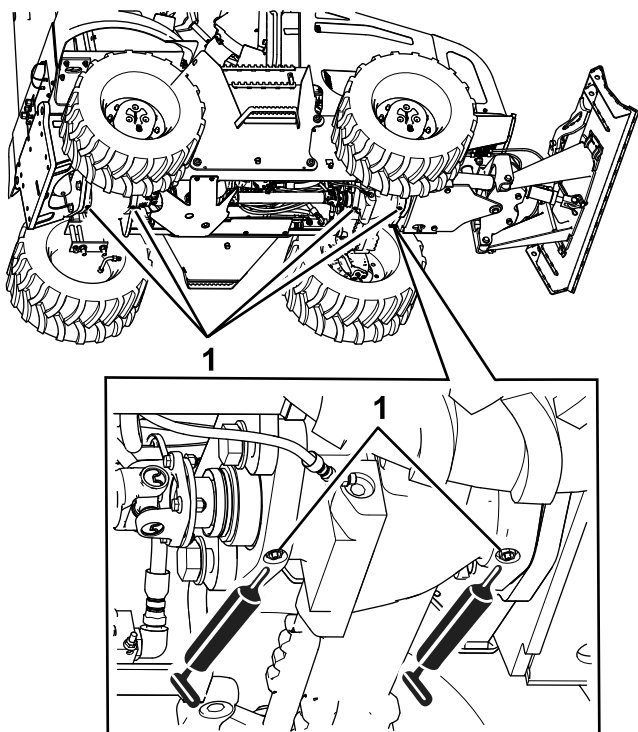

Figura 61
3. Conecte a pistola de graxa às graxeiras dos pivôs de inclinação do eixo dianteiro e traseiro; aplique 2 ou 3 bombeadas de graxa em cada graxeira (Figura 61).